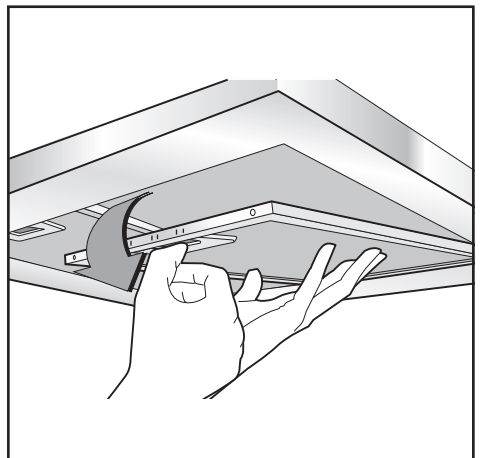

Fig.5
• En cas de table de cuisson électrique, à gaz ou à induction, il faut prévoir une distance de sécurité d'au moins **65 cm** entre cette dernière et le point le plus bas de la hotte. S'il doit être utilisé un tuyau de connection composé de deux ou plusieurs parties, la partie supérieure doit être à l'extérieur de celle inférieure. Ne pas relier le tuyau d'échappement de la hotte à un conduit dans lequel circule de l'air chaud ou employé pour évacuer les fumées des appareils alimentés par une énergie différente de celle électrique. En vue d'une manœuvrabilité de l'appareil plus facile, avant d'exécuter les opérations de montage, déconnecter le filtre/les filtres anti-graisse (Fig.5). - S'il s'agit d'une hotte aspirante, il faudra prévoir une ouverture pour l'évacuation de l'air.